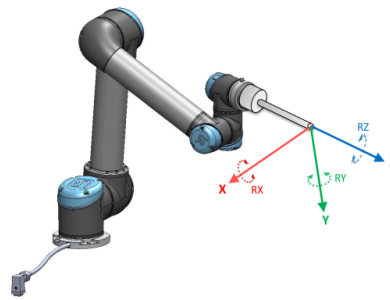

Figura 13.2: Recurso de Ferramenta (TCP)
- O Recurso Ferramenta está localizado com origem no centro do TCP atual (consulte a figura 13.2)